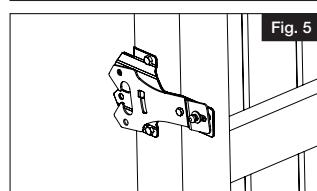

Fig. 5
- b. Installer le loquet sur le poteau à l'aide des vis fournies et serrer les vis (Fig. 5).